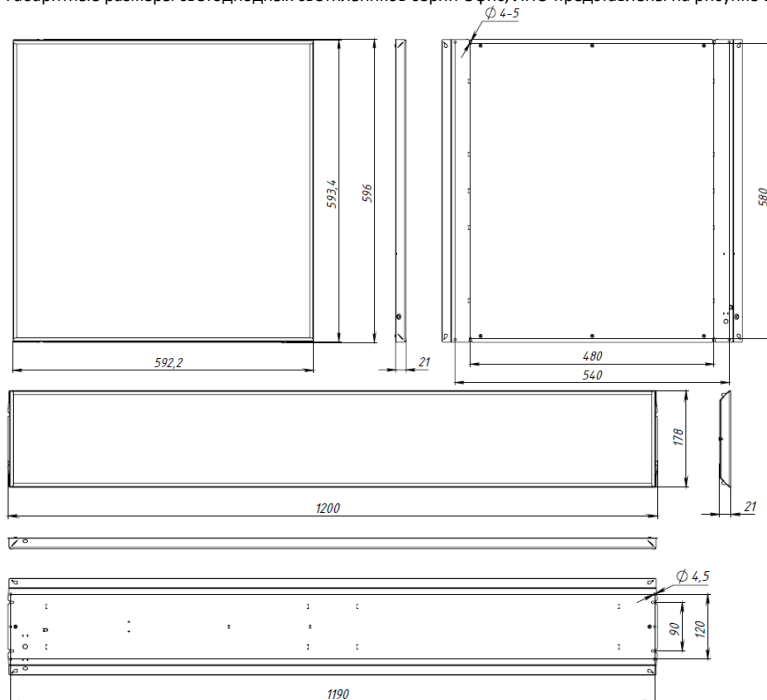

Рисунок 1.
- 1) Разметить и подготовить в поверхности два отверстия (рекомендуемый диаметр винтов 4-5мм). Расстояние между отверстиями для Офиса - 480мм, для ЛПО - 90мм, см. рисунок 1 и рисунок 6.